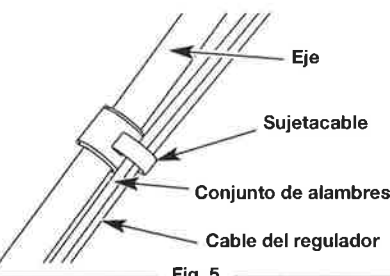

Fig. 5
8. Inserte el cable del regulador y el conjunto de alambres en los sujetacables que están encima de los ejes inferior y superior (Fig. 5).